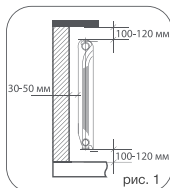

рис. 1
- 7.1. Для эффективной работы радиатора необходимо соблюдать монтажные расстояния, указанные на рис. 1.